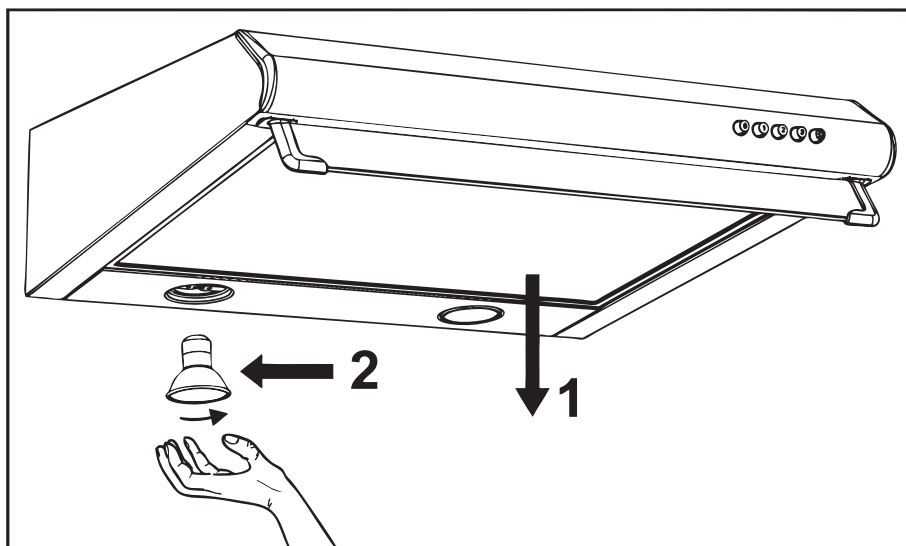
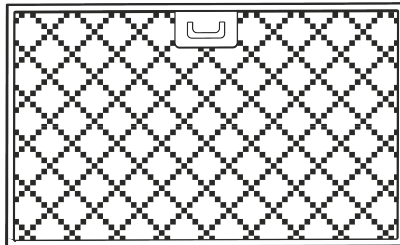

Рис. 10
Рис. 11
- зняти алюмінієвий фільтр **1** (рис.10), формат фільтрів показано на (рис.11);
- викрутити лампочку освітлення **2** з патрона проти годинникової стрілки, притримуючи рукою з внутрішньої сторони (рис.10);